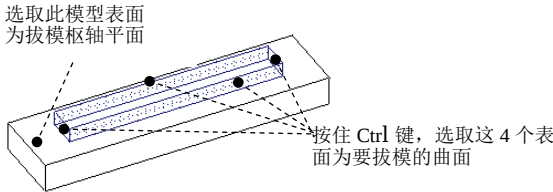

图 11.10.11 定义要拔模的曲面和拔模枢轴平面
(1) 选择命令。单击 **模型** 功能选项卡 **工程** 区域中的 **拔模** 按钮。
(2) 定义要拔模的曲面。在操控板中单击 **参考** 选项卡，激活 **拔模曲面** 文本框，按住 **Ctrl** 键，在模型中选取图 11.10.11 所示的 4 个表面为要拔模的曲面。
(3) 定义拔模枢轴平面。激活 **拔模枢轴** 文本框，选取图 11.10.11 所示的模型表面为拔模枢轴平面。
(4) 定义拔模参数。在拔模角度文本框中输入拔模角度值-22.0。
(5) 在操控板中单击 **完成** 按钮，完成拔模特征 1 的创建。